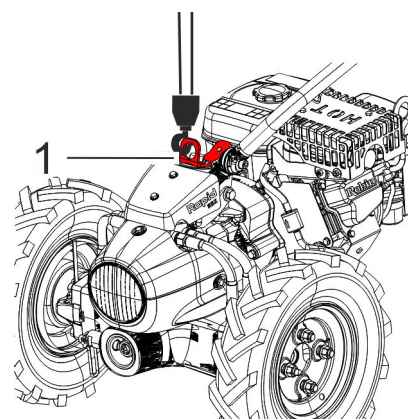

Abb. 37: Transport mit dem Hebezeug
1. ➔ Seile, Gurte oder Mehrpunktgehänge entsprechend Abb. 37/1 anschlagen.